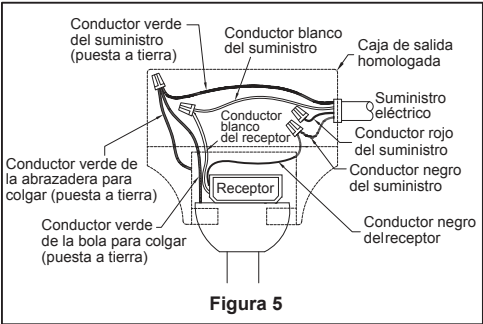

Figura 5
4. Una vez realizadas las conexiones, los cables deben ser colocados de forma extendida poniendo el conductor de la toma de tierra y el conductor de toma de tierra del equipo a un lado de la caja, colocando el conductor sin toma de tierra en el otro lado de la caja. gire los conductores hacia arriba y, con cuidado, colóquelos dentro de la caja de salida; con los conductores blancos y verdes hacia un lado y los conductores negros hacia el otro. (Figura 5)